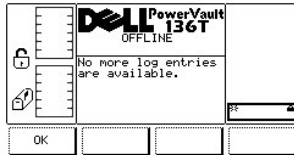

Figure 28. Status > Logs > Dialogue Drive Log
- 1 Si la touche de fonction **OK** est enfoncée, le paramètre du lecteur est accepté et le dialogue Drive Log s'affiche. Reportez-vous à la Figure 28.